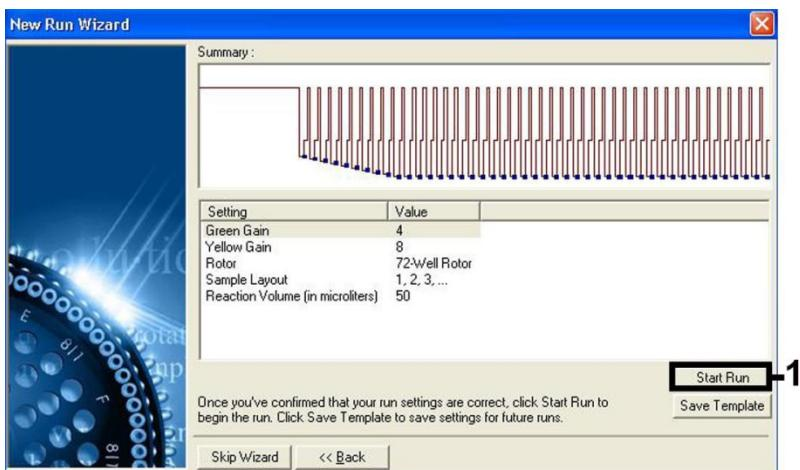

Figura 7. Iniciar a corrida.
O intervalo de deteção dos canais de fluorescência tem de ser determinado de acordo com as intensidades de fluorescência nos tubos de PCR. Clique em "**Gain Optimisation**" (Otimização de ganho) na caixa de diálogo "**New Run Wizard**" (Assistente de nova corrida), para abrir a caixa de diálogo "**Auto-Gain Optimisation Setup**" (Configuração da otimização de ganho automático) (consultar o Passo 6 e a Figura 7 na folha de protocolo *Settings to run artus QS-RGQ Kits*).
8. Os valores de ganho determinados pela calibração de canais (ou atribuídos manualmente) são guardados automaticamente e são enumerados na última janela do menu do procedimento de programação (Figura 7). Clique em "Start Run" (Iniciar corrida).